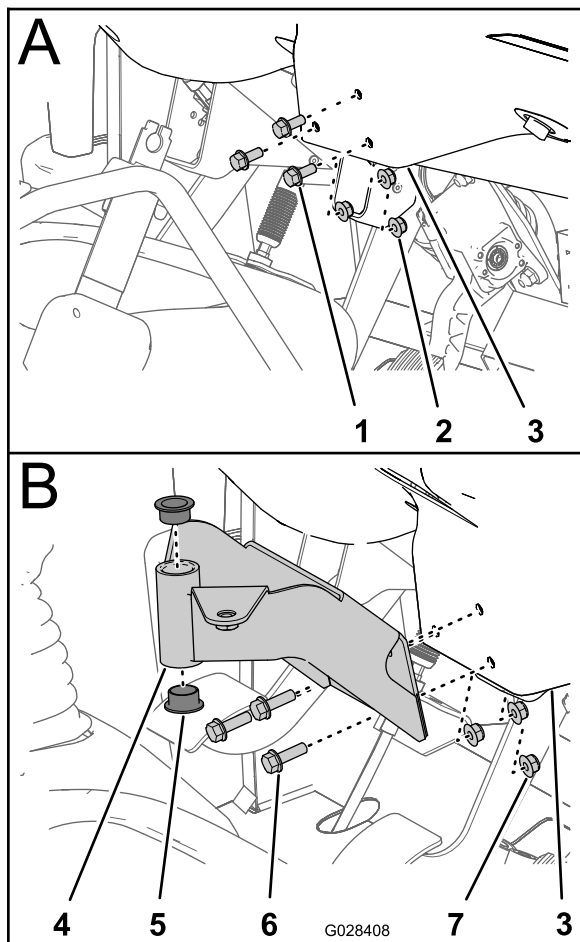

図 18
1. ダッシュパネルの中央下部分をダッシュパネル支持ブラケットに固定しているボルト3本とナット3個を外す **図 18**。
2. 中央コンソール用取り付けブラケットの穴を、ダッシュパネルと支持ブラケットの穴に合わせる **図 18**。
4. ボルトとナットをトルク締めする (**図 18**)。
5. 取り付けブラケットにプラスチック製ブッシュ2個を入れる **図 18**。